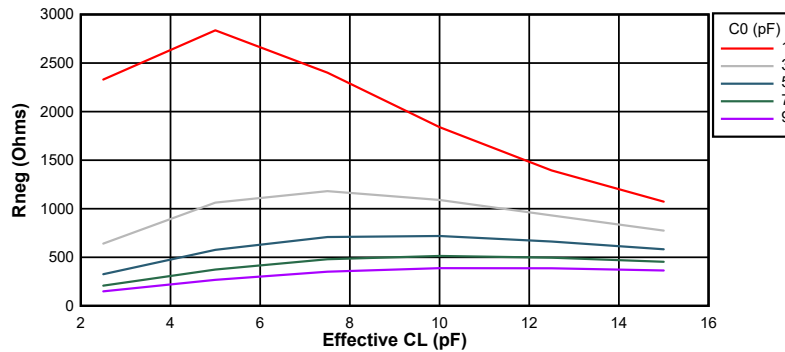
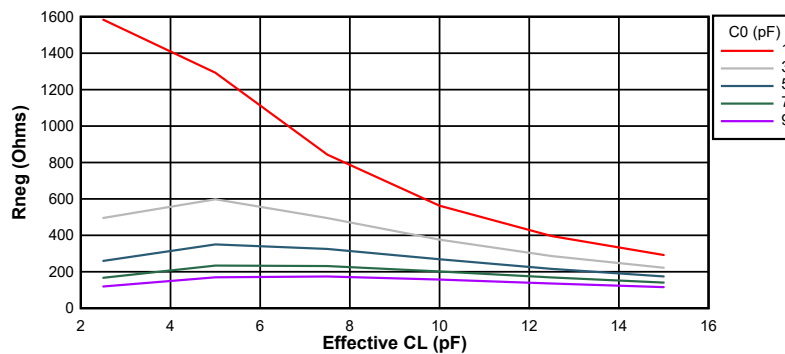

図 7-22. 10MHz 時の負性抵抗変動
図 7-23. 20MHz 時の負性抵抗変動
図 7-22 および 図 7-23 に、このデバイスの負性抵抗と水晶振動子の間の関係の変動を示します。グラフからわかるように、水晶振動子の並列容量 (C0) と実効負荷容量 (CL) は電気発振回路の負性抵抗に大きな影響を及ぼします。これらは代表的なグラフであるため、設計上考慮すべき最小値および最大値については、表 7-8 を参照してください。